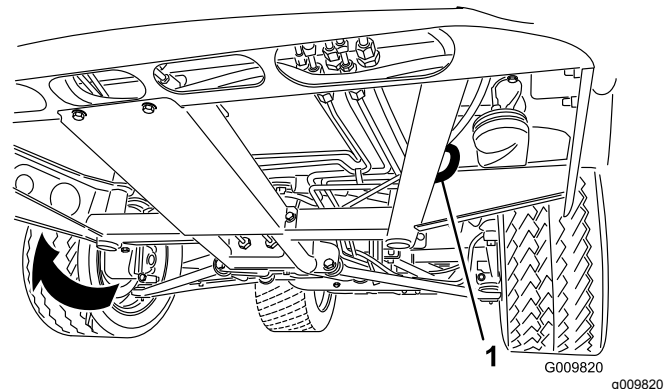
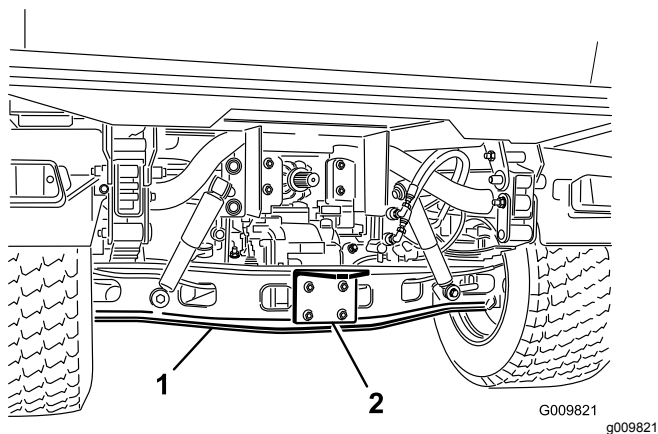

図 26
図 27
ロープがけポイントについては図 26 と 図 27 を参照してください。
1. 機体前部にある牽引トングにロープなどの牽引索を取り付ける 図 26。